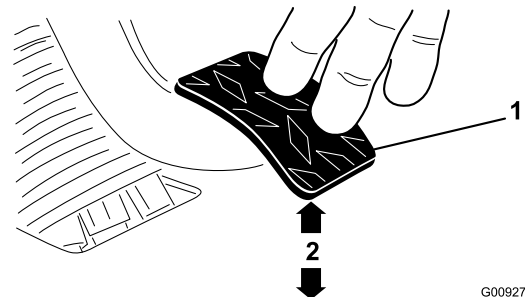

Figure 74
3. Réglez les écrous de blocage ou la rotule jusqu'à ce que le bord inférieur arrière de la pédale d'embrayage soit à $9,5 \pm 3$ cm du haut du plancher quadrillé quand une force de 1,8 kg est appliquée sur la pédale (Figure 74).